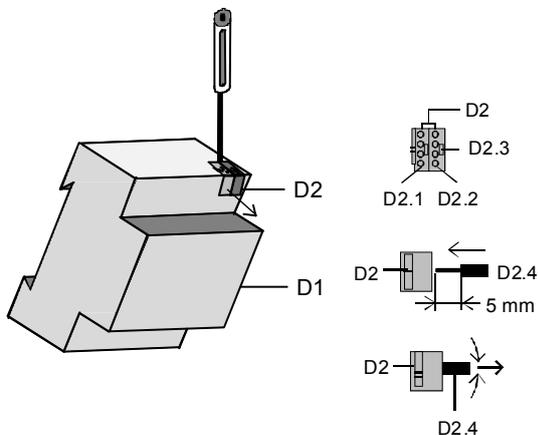

Bild 3: Busklemme aufstecken / entfernen
**Busklemme abziehen (Bild 3)**
Busklemme aufstecken (Bild 3)
Anschließen der Busleitung (Bild 3)
Abklemmen der Busleitung (Bild 3)